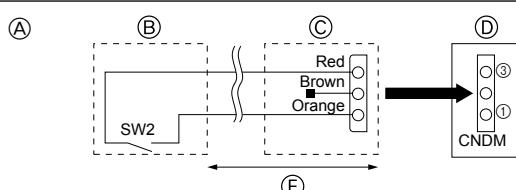

Fig. 8-2
8.2. Специальные функции (модификация "на месте") (Fig. 8-2)